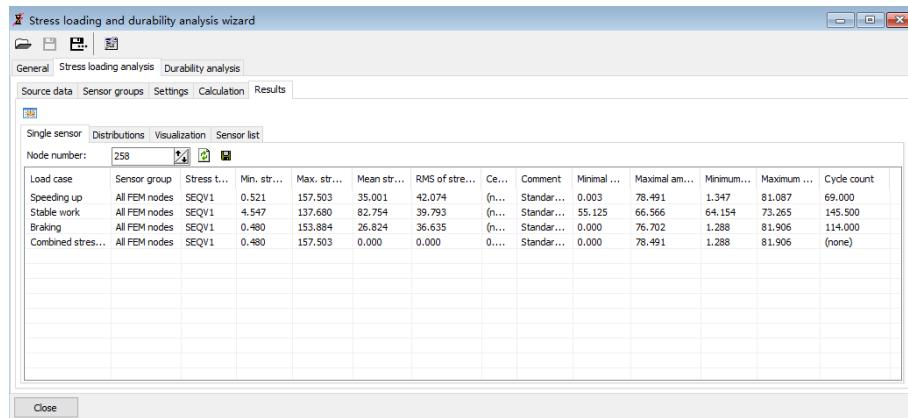

图 2.31
14. 定位到Stress loading analysis | Results | Single sensor页面, 设置Node number为258, 如图 2.31所示。可见, 最大应力幅发生在加速和制动工况。